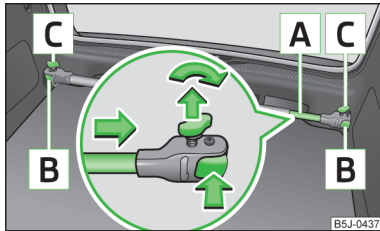

Abb. 70
- Die Sicherungsschrauben **C** » Abb. 70 lösen und etwas herausziehen, dadurch werden die Halterungen **B** entriegelt.